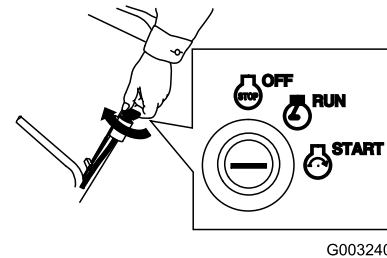

Bild 18
- Stellen Sie den Zündschlüssel auf die Anlass-Stellung, wenn der Motor startet, lassen Sie den Schlüssel los (Bild 18).